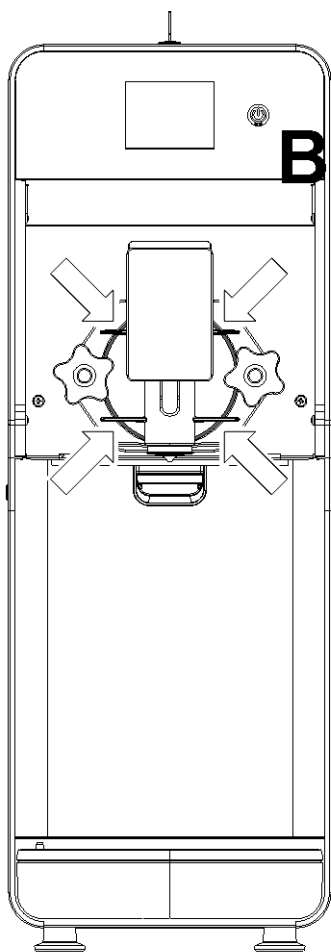

figura 27
- 1 **Una vez por día:** controle el distribuidor y verifique que no haya pérdidas de producto a través de la junta del grupo grifo. Si se detectan pérdidas, verifique en primer lugar que los componentes estén colocados correctamente; a continuación, verifique que la junta no sea defectuosa y no esté desgastada; de ser así, sustitúyala con un repuesto original del fabricante. (ver figura 27)